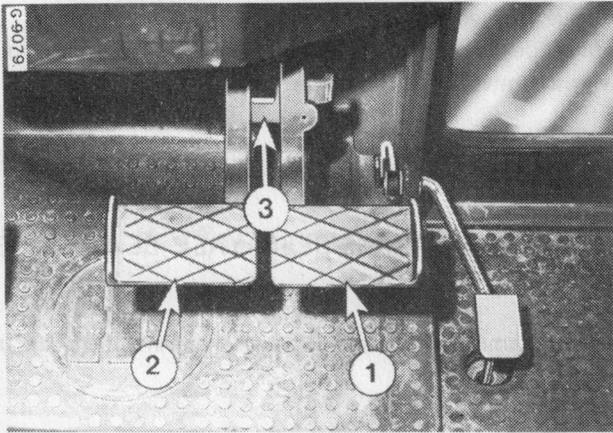

Figure 9
Les pédales de freins (fig. 9) permettent d'arrêter le tracteur et de négocier les virages courts.
Les pédales se jumellent en introduisant le loquet (3) fig. 9 situé sur la tige de pédale de droite dans la fente de la pédale de gauche.